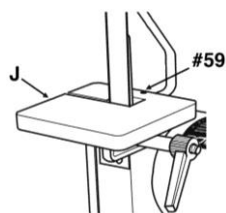

fig. 8
9. Avant de serrer la vis de pression (n° 59) et de verrouiller la table de la courroie (J) en place, ajustez-la si nécessaire (fig. 8).